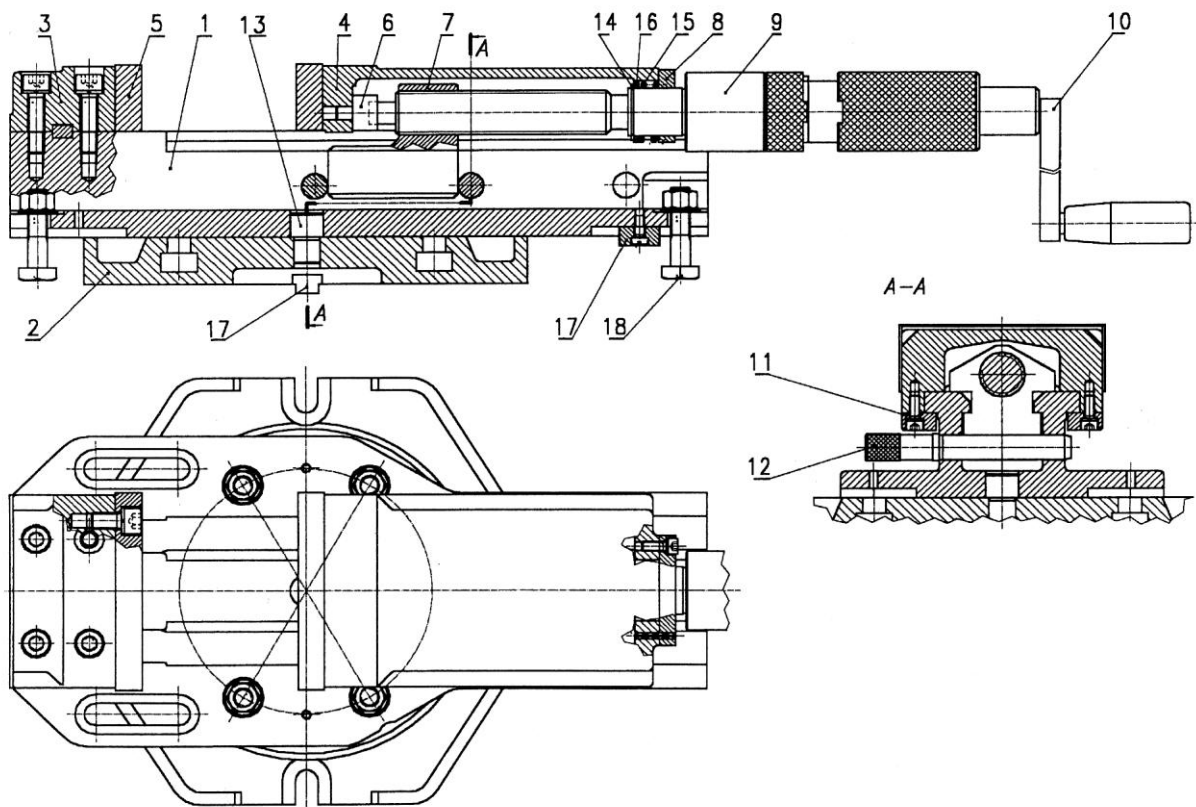

Abb. 1. Aufbau des Schraubstocks 6516-M mit 6585 Sockel.
3. AUFBAU DES SCHRAUBSTOCKS (Abb. 1)
Vor dem Betrieb soll man den Schraubstock am Maschinenwerkzeuggestisch mit Vierkantschrauben (18) Abb. 1 befestigen. In Schraubstöcken 6516 werden die Befestigungsschrauben in Längseinzügen im Körper installiert. Die Haltekeile (17) - 2 St. - werden in Nuten im Körper installiert.
5.4. ERSATZTEILE siehe Abb. 1 und Tabelle 2
5.5. ERSETZUNG DER LEITSPINDEL Abb. 1
Um die Leitspindel 3690-M Pos. 9 Abb. 1 zu ersetzen: